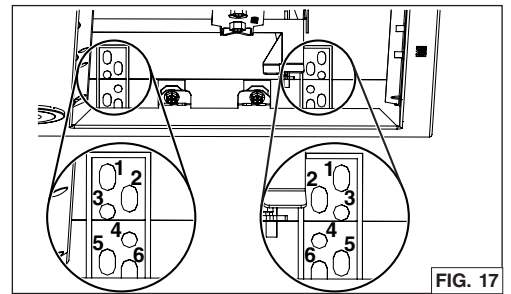

FIG. 17
3. Levantar la campana hasta que su borde quede en la base del gabinete. Sujetar la campana al gabinete usando 4 tornillos para madera n.º 8 x 5/8 pulg. incluidos en la bolsa de piezas (2 tornillos a cada lado). Usar los orificios superiores o inferiores (1, 2, 3, 4, 5 o 6) (FIG. 17).